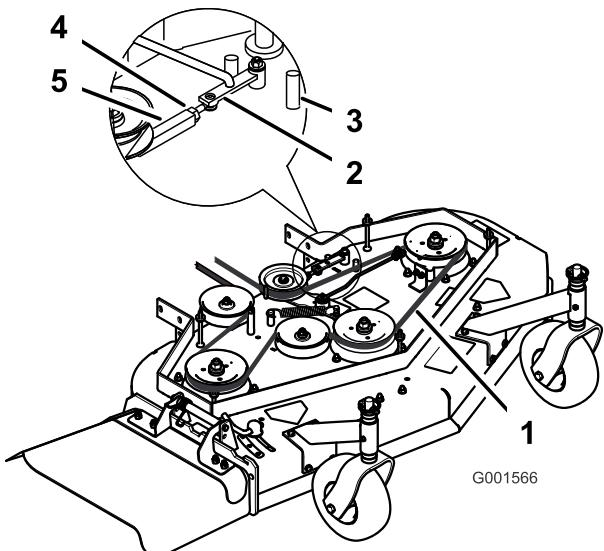

Figure 38
- Desserrez le contre-écrou sur le tendeur (Figure 38).
4. Tournez le tendeur vers l'arrière du tablier de coupe pour augmenter la tension sur la courroie. Tournez le tendeur vers l'avant du tablier de coupe pour réduire la tension sur la courroie (Figure 38).